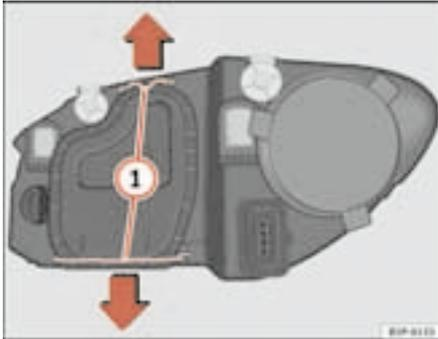

Fig. 161 Luz de cruce
- Desplace los tirantes ⇒ fig. 161 ① en el sentido de la flecha y saque la tapa.